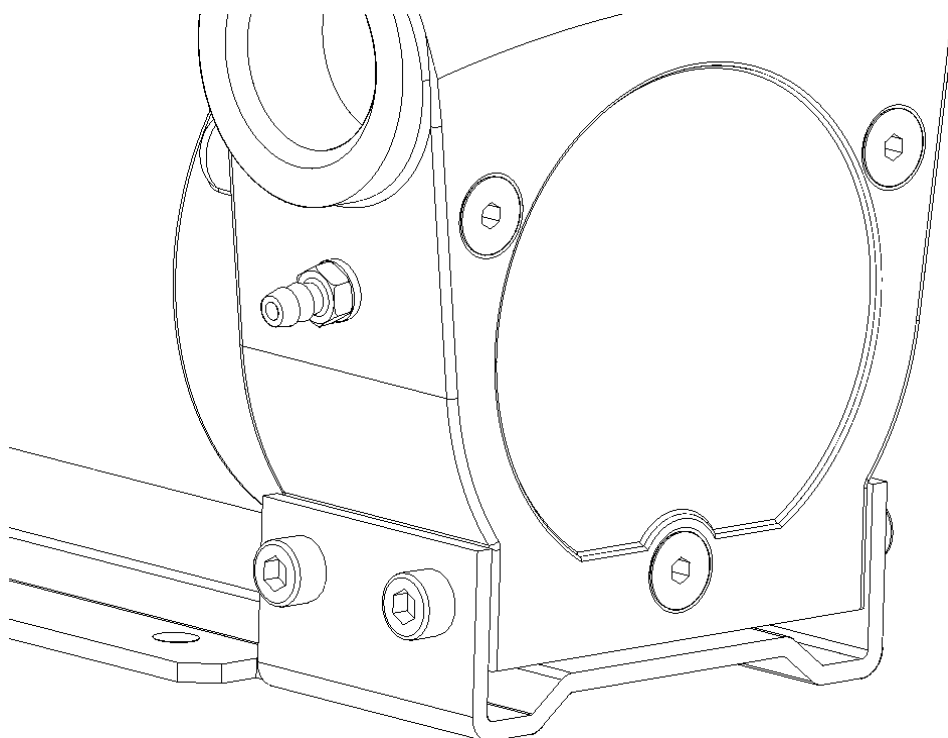

Abb. 3-2: Gewindetülle für Heberschutz eingeschraubt
- Schrauben Sie in dieses Gewinde die beiliegende Gewindetülle mit der neuen Dichtung ein (s. Abb. 3-2).